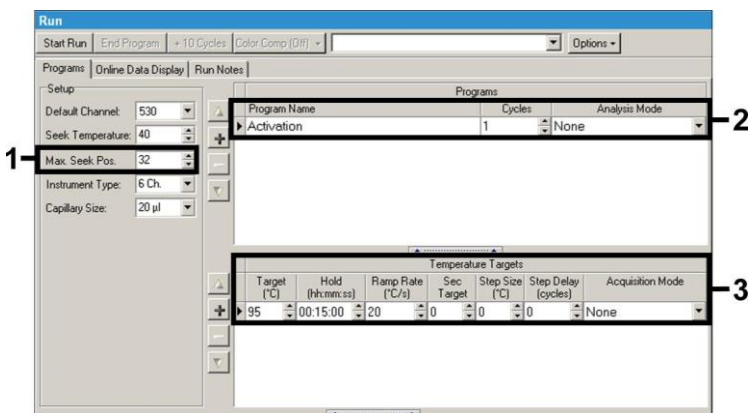

Fig. 6: Attivazione iniziale dell'enzima Hot Start.
Di seguito per la rilevazione del DNA di *Borrelia* creare sullo strumento *LightCycler 2.0* un profilo di temperatura formato dalle seguenti 3 fasi (vedi Fig. 6 - 8).
- A. Attivazione iniziale dell'enzima Hot Start Fig. 6
Non dimenticare di inserire prima il numero dei capillari preparati per questa corsa PCR (*Max. Seek Pos.*) (vedi Fig. 6).